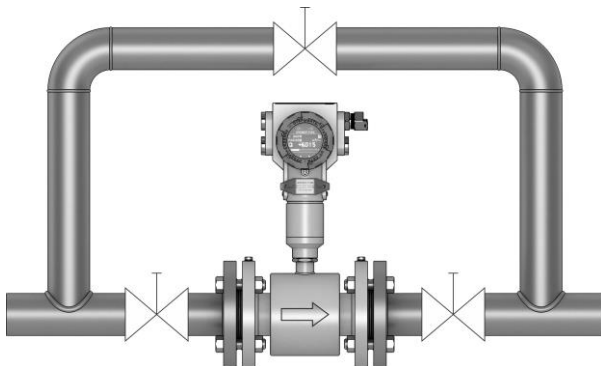

Рисунок 3.9 – Монтаж расходомера (в узел байпаса)
3.1.4.10 Монтаж расходомера в узел байпаса рекомендуется выполнять на основную магистраль (рисунок 3.9). При измерении расхода задвижки должны быть полностью открыты.